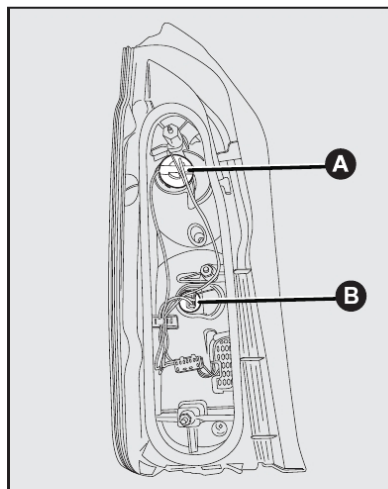

fig. 34
- 1) Remover o porta-lâmpada **A-fig. 34**, girando-o no sentido anti-horário;
- 1) Remover o porta-lâmpada **B-fig. 34**, girando-o no sentido anti-horário;